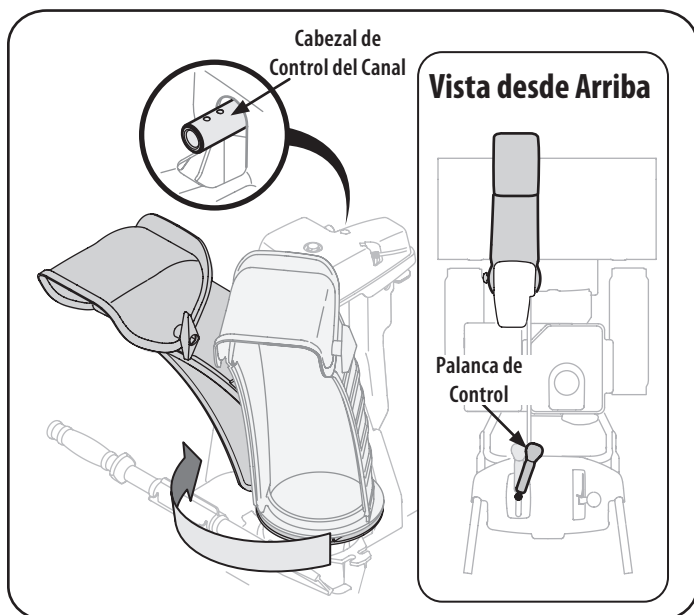
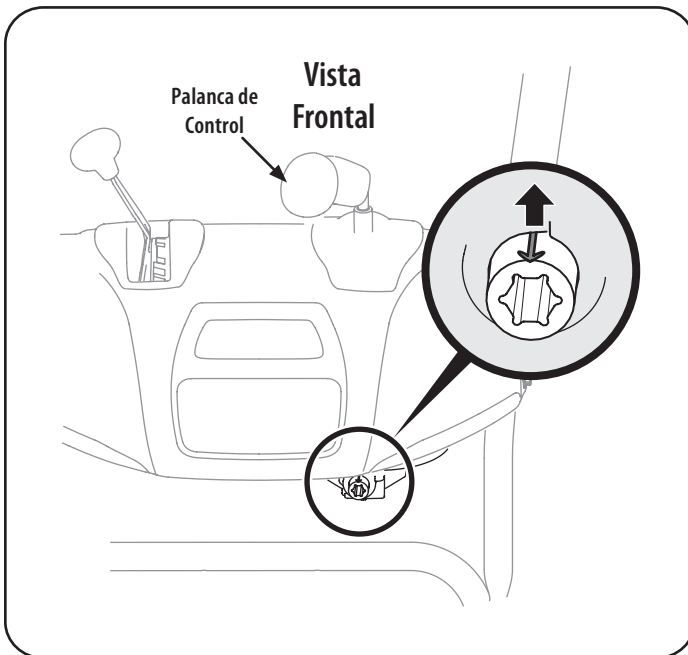

Figura 7
Figura 8
5. Apriete el disparador en la palanca de control y gire el canal manualmente para que mire hacia delante. Los orificios en el cabezal de control del canal estarán mirando hacia arriba. Vea la Figura 7.
6. Gire la palanca de control a la una posición tan que la flecha indicadora plateada en el engranaje del piñón por debajo del panel de control señale hacia arriba. Vea la Figura 8.
NOTA: La palanca de control girará ligeramente hacia la derecha. Vea la Figura 7 & la Figura 8.